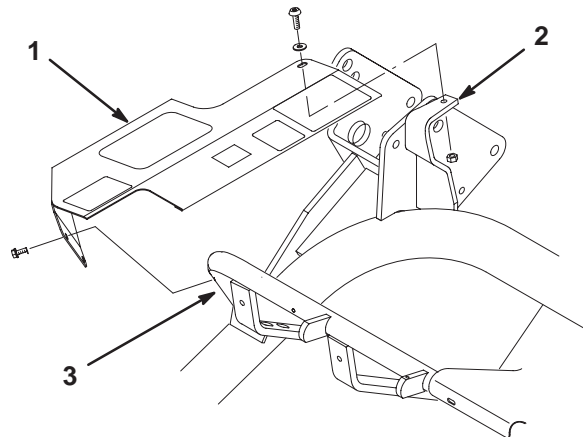

Figure 6
1. Alignez les trous de montage du couvercle avec les trous correspondants dans le tube du bâti et le support de fixation (Fig. 6).
2. Fixez sans le serrer l'arrière du couvercle au sommet du support de fixation avec une vis à tête creuse (1/4 x 3/4"), une rondelle (1/4") et un contre-écrou (1/4") (Fig. 6).
3. Fixez sans serrer l'avant du couvercle au tube de bâti avec deux vis auto-taraudeuses (Fig. 6). Serrez toutes les fixations du couvercle.